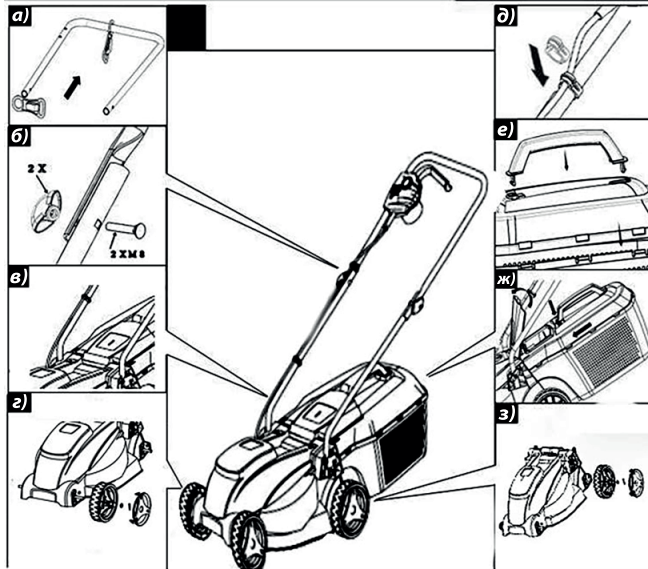

Рис. 2
Сборка электрической газонокосилки (Рис. 2)
1. Повесьте крючок для кабеля на верхнюю часть ручки (Рис. 2а).
2. Соедините верхнюю и нижнюю часть ручки болтами и пластиковыми гайками-барашками из комплекта поставки (Рис. 2б).
3. Вставьте концы ручки в корпус газонокосилки (Рис. 2в).
4. Установите каждое колесо на ось и закрепите их с помощью шплинтов из комплекта крепежа (Рис. 2г).
5. Закрепите силовой кабель на ручке с помощью пластиковых фиксаторов (Рис. 2д).
6. Соберите травосборник из 2-х половинок, вставив фиксаторы половинок до щелчка. Закрепите ручку травосборника сверху. (Рис. 2е).
7. Вставьте травосборник в корпус газонокосилки, закрепив на выступах в задней части корпуса (Рис. 2ж).
8. Закрепите защитные колпаки, вставив их в колеса (Рис. 2з).